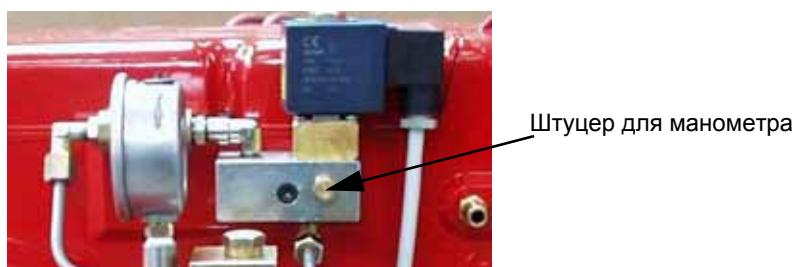

Рис. 19 - Распределительный блок дизтоплива
- 10 Давление питания форсунки уже отрегулировано заранее на заводе-изготовителе и не должно изменяться. Только в случае необходимости, отрегулировать давление питания (см. соответствующий параграф) следующим образом: установить манометр в положение, указанное на Рис. 19-Рис. 20, воздействовать на регулировочный винт **VR** насоса (см. Рис. 18) до получения на форсунке давления в 20 бар (форсунки Bergonzo - см. график на Рис. 10);